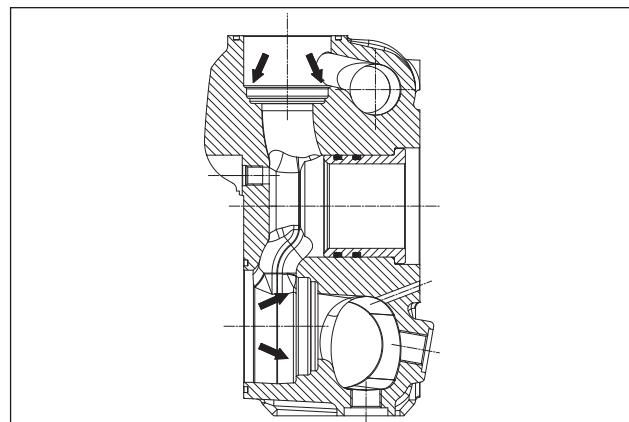

图 145
重新安装阀组前, 应彻底清洁和干燥泵头里的相应底座, 如箭头所示 (①, 图 145)。